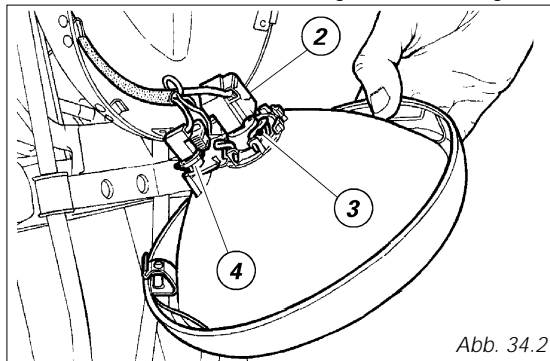

Abb. 34.2
Um an die Glühbirnen des Scheinwerfers zu gelangen, die untere Schraube (1), welche die Parabol-/ Fassungseinheit am Körper befestigt, lösen. Den Flachstecker (2, Abb. 34.2) von der Scheinwerferleuchte abziehen. Die Halteklammer (3, Abb. 34.2) der Leuchte aushaken, dann aus ihrer Fassung nehmen. Die Glühbirne austauschen.
Zum Austausch der Standlichtbirne reicht es aus, den Verbinder (4, Abb. 34.2) herauszuziehen. Die Birne hat eine Bajonnetfassung und kann durch Eindrücken und Drehen gegen den Uhrzeigersinn herausgenommen werden. Die Glühbirne auswechseln und, durch Eindrücken und Drehen im Uhrzeigersinn bis zu ihrem Einrasten, wieder in ihren Sitz bringen. Den Stecker montieren und die Parabol-/Fassungseinheit befestigen.